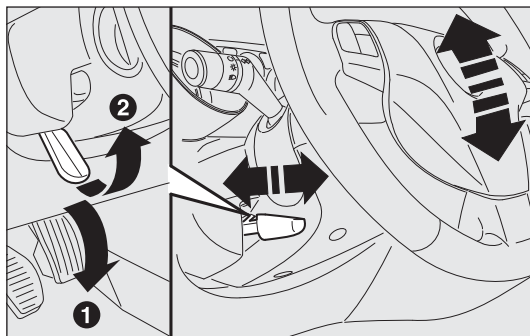

fig. 24
- ☐ débloquer le levier A-fig. 24 en le poussant vers l'avant (position 1) ;